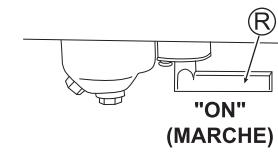

Fig. 9
- Placez le robinet de carburant (R) sur la position "ON" (MARCHE). (Voir Fig. 9)